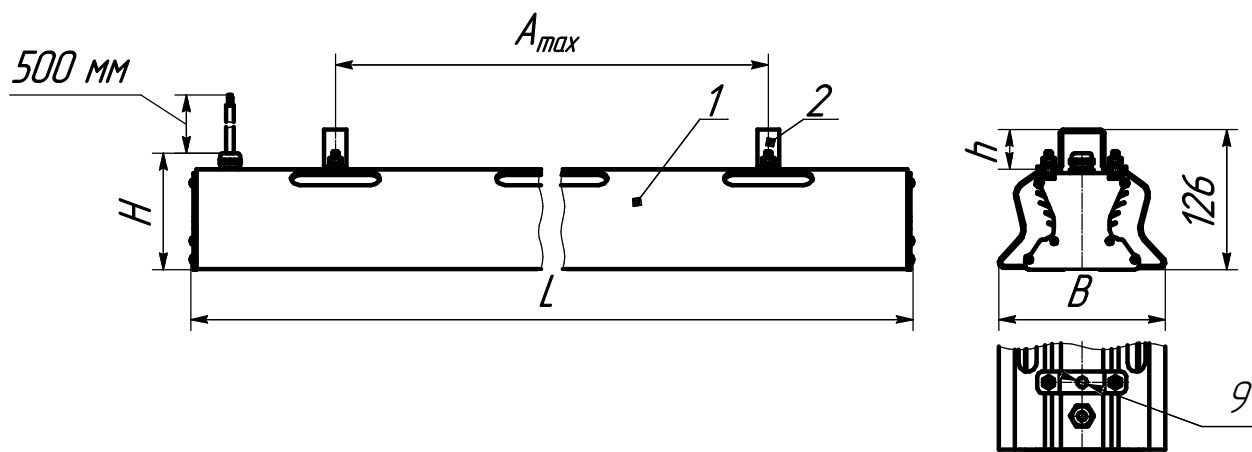

Рисунок 1 - Внешний вид и габаритные размеры светильников ДСП47
2.15 Масса и габаритные размеры светильников приведены в таблице 2 (см. рисунок 1, рисунок 3б приложения А).
3.2 Светильник серии ДСП47 состоит из корпуса (алюминиевый профиль), светодиодных модулей и линз, защитного стекла, источника питания (драйвера), узла крепления (скоба). Общий вид светильника приведен в приложении А (рисунок 1, 2, 3).